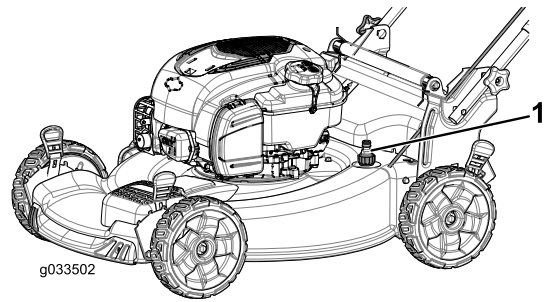

Figura 21
5. Conecte una manguera de jardín que esté conectada a un grifo al orificio de lavado (Figura 21).